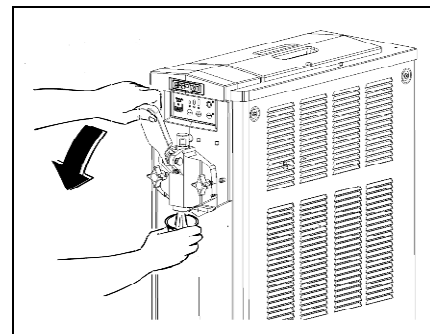

Fig. 15
- Vider le cylindre et répéter les mêmes opérations jusqu'à ce soit que l'eau qui sorte soit limpide (fig.15).